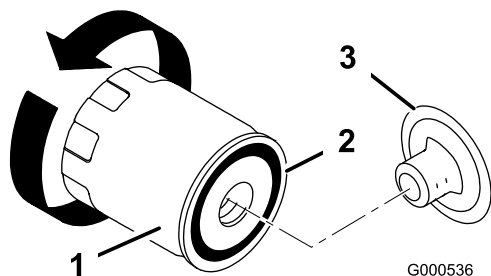

Figura 36
9. Cambie el filtro de aceite, si es necesario (Figura 36).
2. Retire el filtro usado y limpie con un paño la superficie de la junta del adaptador del filtro (Figura 36).
3. Aplique una capa fina de aceite limpio a la junta de goma sobre el filtro nuevo (Figura 36).
4. Instale el filtro de aceite nuevo en el adaptador del filtro. Gire el filtro de aceite en el sentido de las agujas del reloj hasta que la junta de goma entre en contacto con el adaptador del filtro, luego apriete el filtro media o tres cuartos de vuelta más (Figura 36).